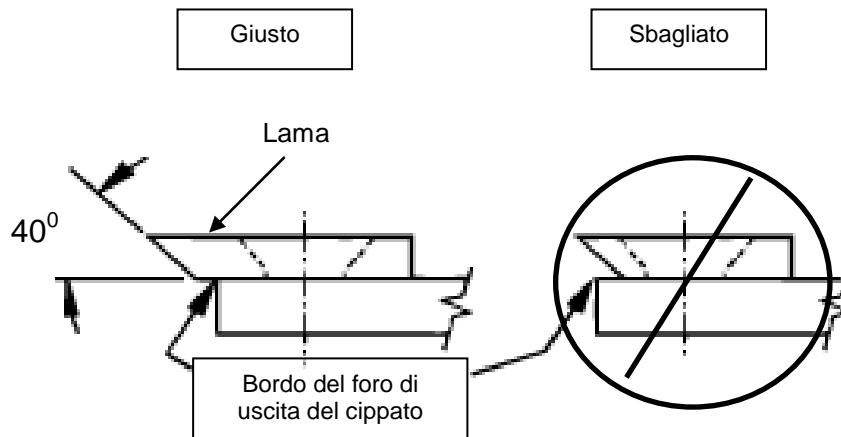

Fig. 9
3. Affilare la lama rettificando il filo a  $40^\circ$  (v. Fig. 9 di seguito). Non è necessario rimuovere tutte le tacche dal filo della lama. **ATTENZIONE:** durante l'affilatura, non surriscaldare la lama, per evitare di comprometterne le proprietà di durezza ottenute per mezzo del trattamento termico, riducendone così la durata utile. Se il bordo che si sta affilando cambia colore, significa che sta accumulando calore.
4. La lama del cippatore può essere affilata ripetutamente, ma occorre sostituirla quando non sporge più sul foro di uscita del cippato nella contropiastra della girante oppure in caso di vibrazioni aumentate (v. Fig. 9).